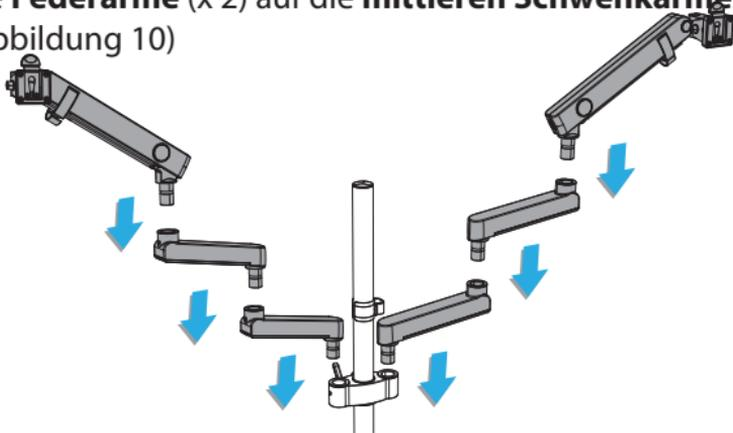

Figure 10
1. Setzen Sie die **unteren Schwenkarme** (x 2) auf die **Schulterstangenhalterung**. Setzen Sie die **mittleren Schwenkarme** (x 2) auf die **unteren Schwenkarme**. Setzen Sie die **Federarme** (x 2) auf die **mittleren Schwenkarme**. (Abbildung 10)